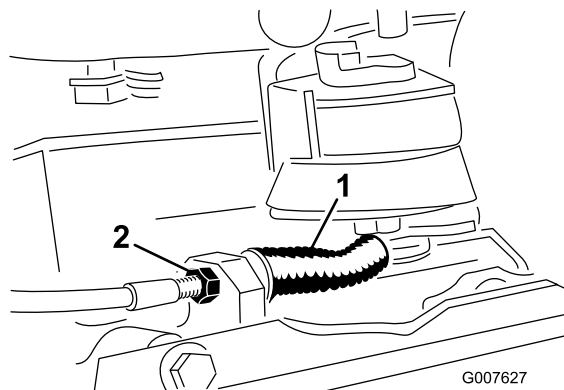

Figura 27
3. Para aumentar la tensión del cable, afloje la contratuerca delantera del cable y apriete la contratuerca trasera del cable (Figura 27) hasta que la fuerza necesaria para poner el freno sea de 2,3 a 3,2 kg. Mida la fuerza en el pomo de la palanca. No ajuste demasiado hasta el punto en que la banda del freno se agarrote.